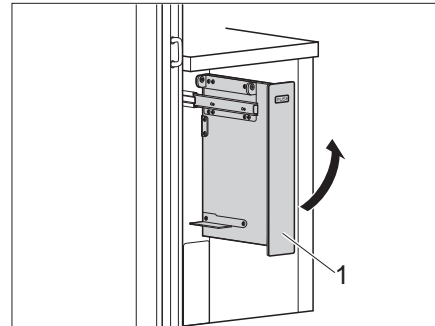

Fig. 102 Basculer l'élargissement vers le haut
- Basculer l'élargissement (Fig. 102,1) vers le haut.
- Basculer l'élargissement (Fig. 102,1) vers le bas.